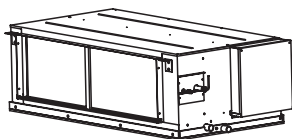
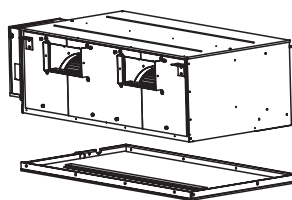

Рис. 1
Рис. 2
- 1) Выверните винты вокруг основания кондиционера до тех пор, пока основание не будет снято (рис. 1, рис. 2).